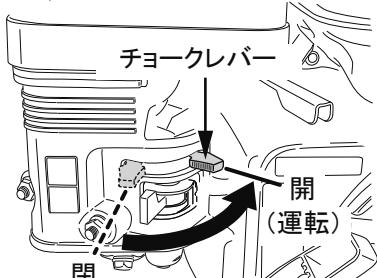

図 15
7. エンジン始動後にチョークレバーを開き(運転)ます。(図15)